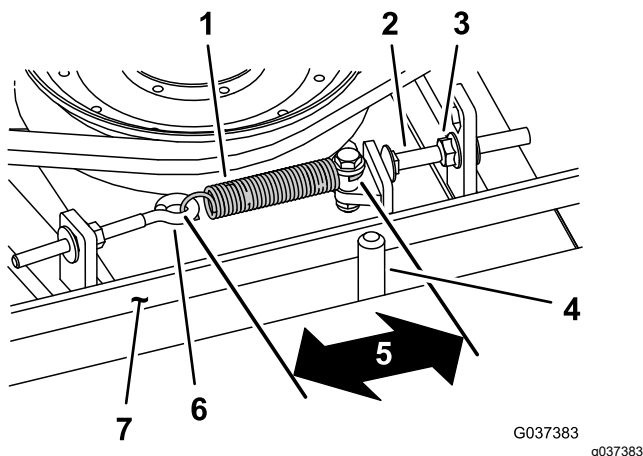

Figure 115
Lorsque le ressort d'extension est correctement tendu, l'intérieur doit mesurer (d'un crochet à l'autre) entre 8,3 et 9,5 cm. Lorsque le ressort est correctement tendu, ajustez le boulon d'arrêt (boulon de carrosserie) jusqu'à obtention d'un jeu d'environ 2 à 5 mm entre la tête du boulon et le bras de tension (Figure 115).
Remarque: La courroie doit être placée du côté ressort du guide (Figure 115).
- Desserrez le boulon à œil (Figure 115).
- Desserrez l'écrou à embase qui fixe le boulon d'arrêt à la patte de montage, et écartez la poulie de tension de la courroie (Figure 115).
9. Raccrochez le ressort d'extension (Figure 115) au boulon à œil et tendez la courroie comme suit :